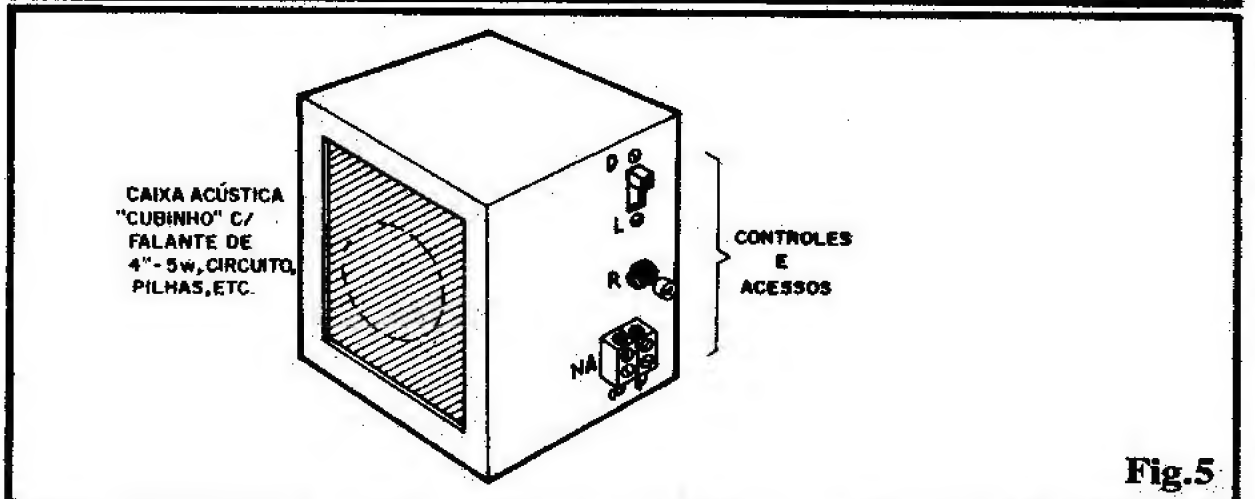

Fig.5
- FIG. 5 - SUGESTÃO PARA O "ENCAIXAMENTO" - Embora o arranjo final do circuito num container prático possa assumir inúmeras variações, ao gosto do "freguês", e também dependendo de condições específicas de instalação e utilização, vemos, na sugestão mostrada na figura, a que nos parece mais lógica e funcional: basta obter uma pequena cai-